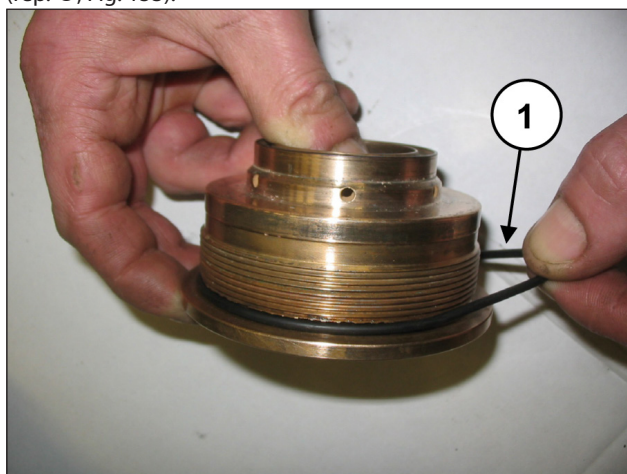

Fig. 153
Insérer le joint torique du support du joint dans son logement (rep. ①, Fig. 153).